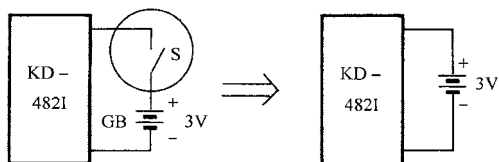

图 1-4
(4) 由于 KD-482I 的静态电流极小，仅为 $2\sim 5\mu\text{A}$ ，因此可以免去电源开关，使制作更加简便(见图 1-4)。